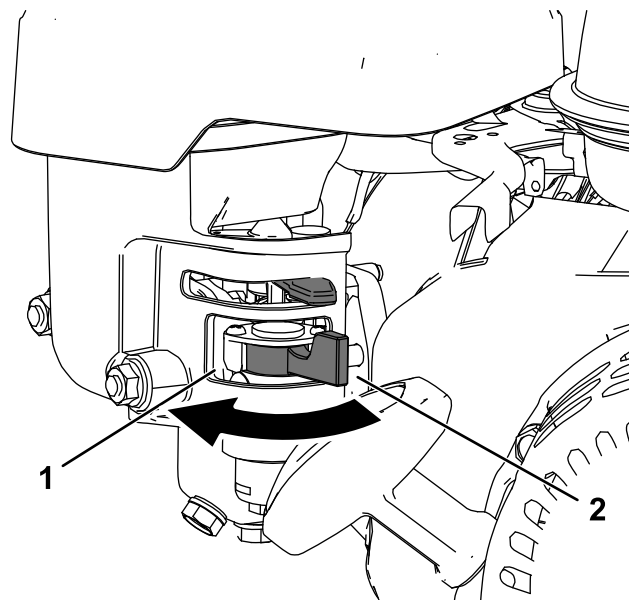

Bild 6
- Um das Kraftstoffventil zu öffnen, drehen Sie den Hebel am Kraftstoffhahn in Richtung des Rücklaufstartergriffs (Bild 6).
- Um das Kraftstoffventil zu schließen, drehen Sie den Hebel am Kraftstoffhahn vom Rücklaufstartergriff weg (Bild 6).